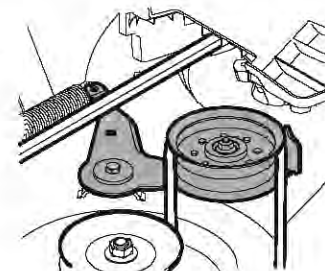

Figura 42
- Desde el lado derecho del tractor, inserte una llave de trinquete de 3/8", regulada para *ajustar*, en el orificio cuadrado del soporte intermedio. Consulte la Figura 42.
- Pivote la llave hacia adelante para mover la polea de transmisión de la plataforma hacia adelante. Consulte la Figura 42.